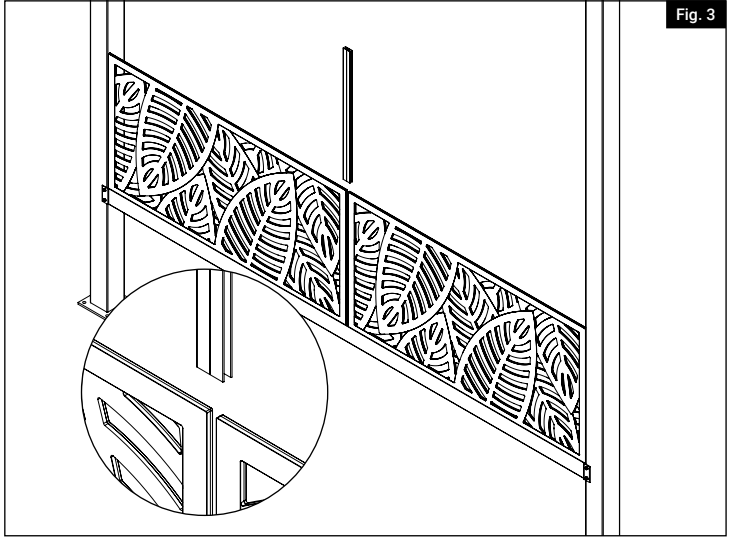

Fig. 3
Insert (2) Decorative screen panels into bottom rail. Insert one vertical H-channel in-between panels (Figs. 3 & 4).
Insérer (2) panneaux-écrans décoratifs dans la traverse inférieure. Insérer un profilé en H vertical entre les panneaux (Fig. 3 et 4).